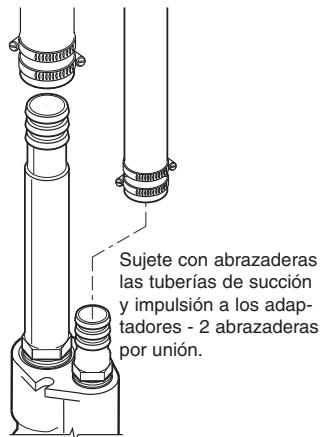

Figura 8
- Conecte la tubería de plástico a los adaptadores usando abrazaderas para manguera (Ver Figura 8); use dos abrazaderas por unión. Ponga un tornillo en lados opuestos de la tubería como se muestra en la figura.